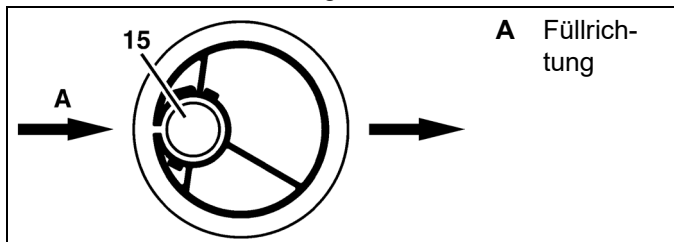

Bild 6: Ausrichtung des Teleskopschaumrohrs am Tank (Draufsicht)
- Teleskopschaumrohr anbringen wie in Bild 6, beschrieben.
2. Schwimmerschalter (19) und Entnahmeschlauch mit Schwimmer (12) durch Flansch des Teleskopschamrohrs (15) in den Tank führen.